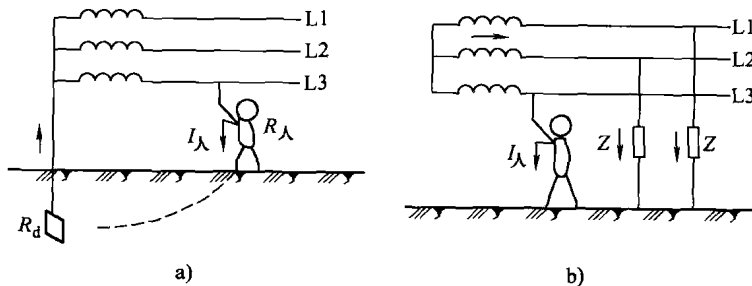

图 2-1 单相触电
1) 单相触电: 如图 2-1 所示, 当人体站在大地或其他接地体上不绝缘的情况下, 身体的某一部分直接接触到带电体的一相而形成的触电, 称为单相触电。单相触电的危险程度与电压的高低、电网中性点的接地情况及每相对地绝缘阻抗的大小等因素有关。在高电压系统中, 人体虽然未直接接触带电体, 但因安全距离不够, 高压系统经电弧对人体放电, 也会形成单相触电。在图 2-1a 所示的中性点接地系统中, 通过人体的电流达到  $220\text{V}/(1 \times 10^3 \Omega) = 220\text{mA}$ , 远远超过人体的摆脱电流。人体若发生单相触电, 将产生严重后果。在图 2-1b 所示的中性点不接地系统中, 若线路绝缘不良, 则绝缘阻抗降低, 触电时流过人体的电流相应增大, 增加了人体触电的危险性。